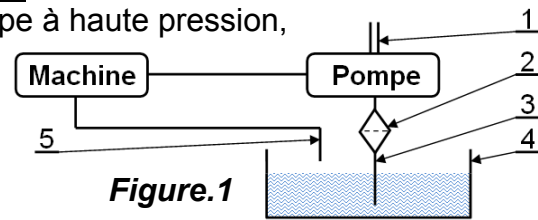

Figure.1
**2.8- Donner** le nom des composants de la **Figure.1** ? ( /2,5 pts)